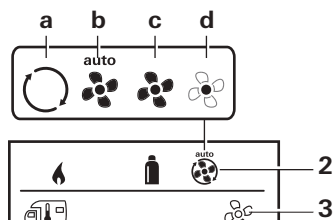

Fig. 5
- À l'aide du bouton rotatif / poussoir, sélectionnez l'icône dans la ligne de menu (Fig. 5 – 3).